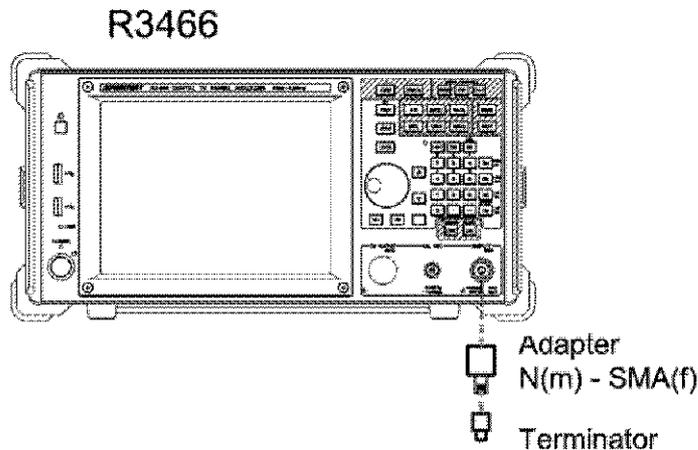

図 2-10 平均表示雑音レベルの試験
1. 機器を図 2-10 のように接続します。R3466N の場合は、Adapter の後に 50 to 75  $\Omega$  変換器を使用して本器と接続します。